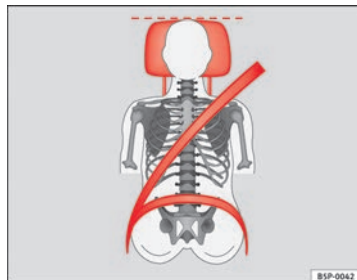
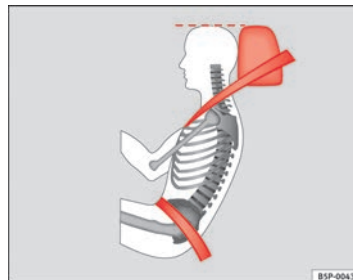

Fig. 68 Vista anteriore: poggiatesta e cinture di sicurezza posizionati correttamente
Fig. 69 Vista laterale: poggiatesta e cinture di sicurezza posizionati correttamente
- Regolare il poggiatesta portando il suo bordo superiore alla stessa altezza della parte superiore della testa, almeno all'altezza degli occhi ⇒ fig. 68 e ⇒ fig. 69.